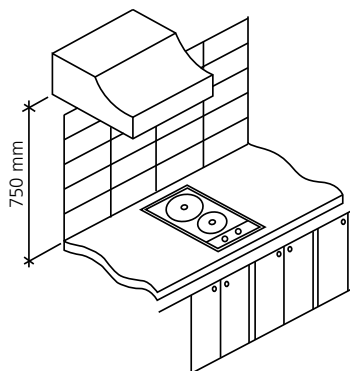

Fig. 5
Prever no tampo onde o cooktop será instalado uma abertura com as dimensões indicadas na figura 4, assegurando-se que sejam respeitadas as dimensões mínimas do espaço no qual o aparelho deve ser instalado (fig. 5).
- Considerar 750 mm como distância mínima, em relação às placas térmicas, para um móvel suspenso (fig. 5).